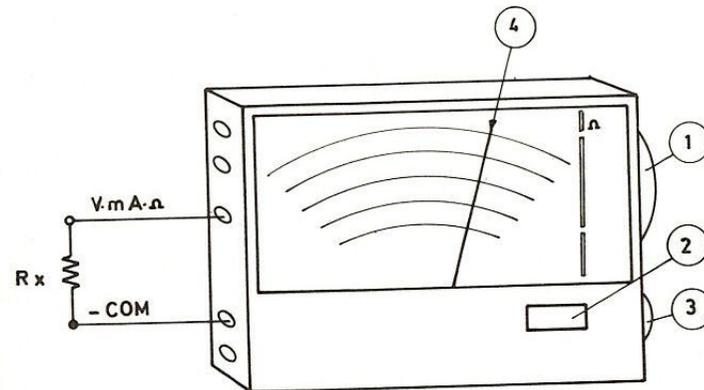

Fig. 10
- Agir sur le sélecteur latéral (1) pour afficher le calibre désiré dans la fenêtre (2).
- Effectuer le branchement indiqué Fig. 10 (les douilles de mesure sont rappelées sur le cadran). Court-circuiter les pointes de touche avant la mesure, et agir sur la commande (3) pour amener l'aiguille sur le zéro de l'échelle verte.
- Lire la valeur mesurée (4) selon les instructions du tableau ci-après :